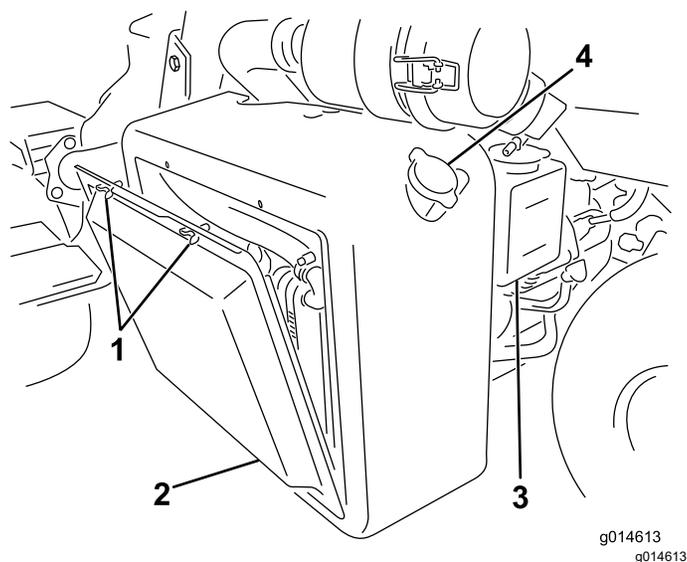
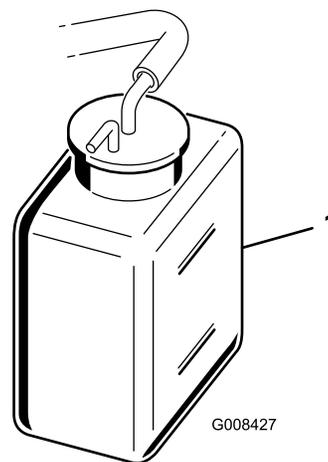

图 46
图 47
1. 拆下散热器吸风滤网图 46。
2. 检查冷却液液位图 46和图 47。